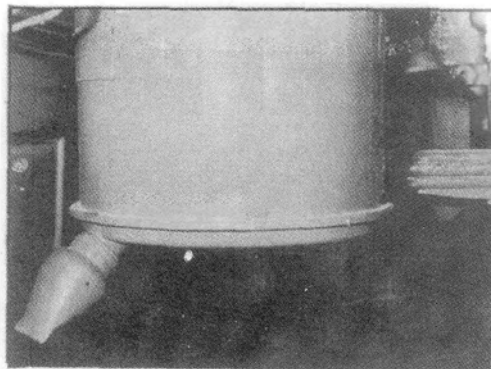

Рис.83
3. закройте фильтр крышкой пылевыпускающим соплом вниз - назад (рис. 83).